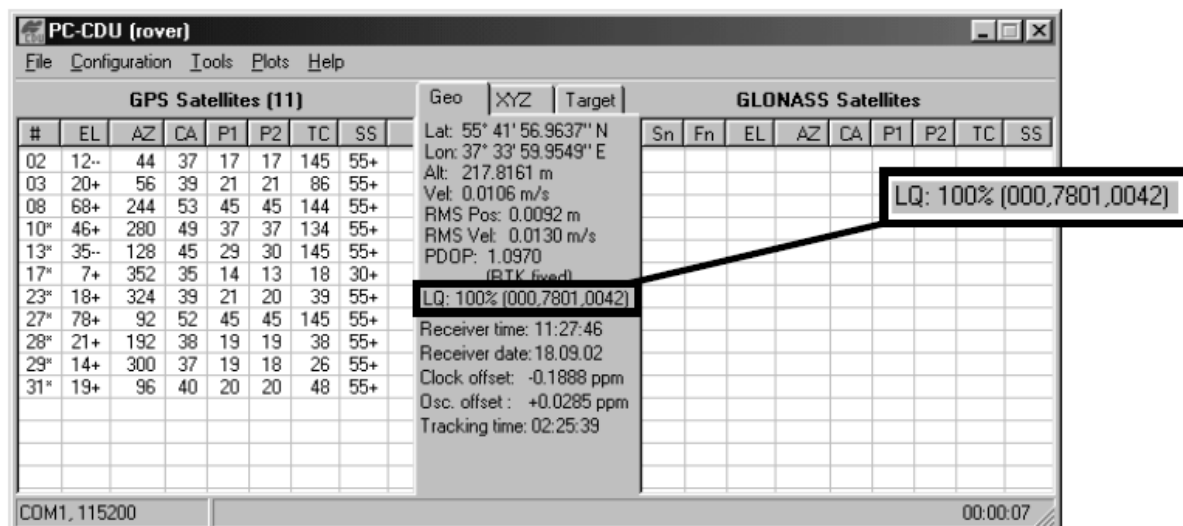

Рисунок 3-13. Главное окно программы PC-CDU
9. В главном окне программы (см. рис. 3-13) проверьте поле *LQ*, чтобы убедиться, что приемник принимает дифференциальные поправки. Обычно приемник начнет выдавать координаты фазового центра антенны вместе с типом решения в пределах 10-30 секунд. Однако при использовании радиосредств с расширением спектра только на установление связи может понадобиться до 60 секунд.